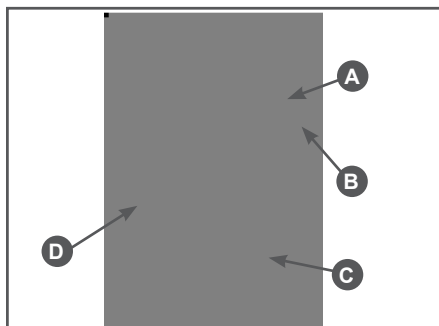

Рис.10 Расположение органов управления на рукоятке
5. Выключатель зажигания (А) установите в нижнее положение Рис.10. Удерживая стопорный рычаг курка газа (С) Рис.10 нажмите на курок газа (D). Для облегчения запуска зафиксируйте курок газа стопором (В) Рис.10.